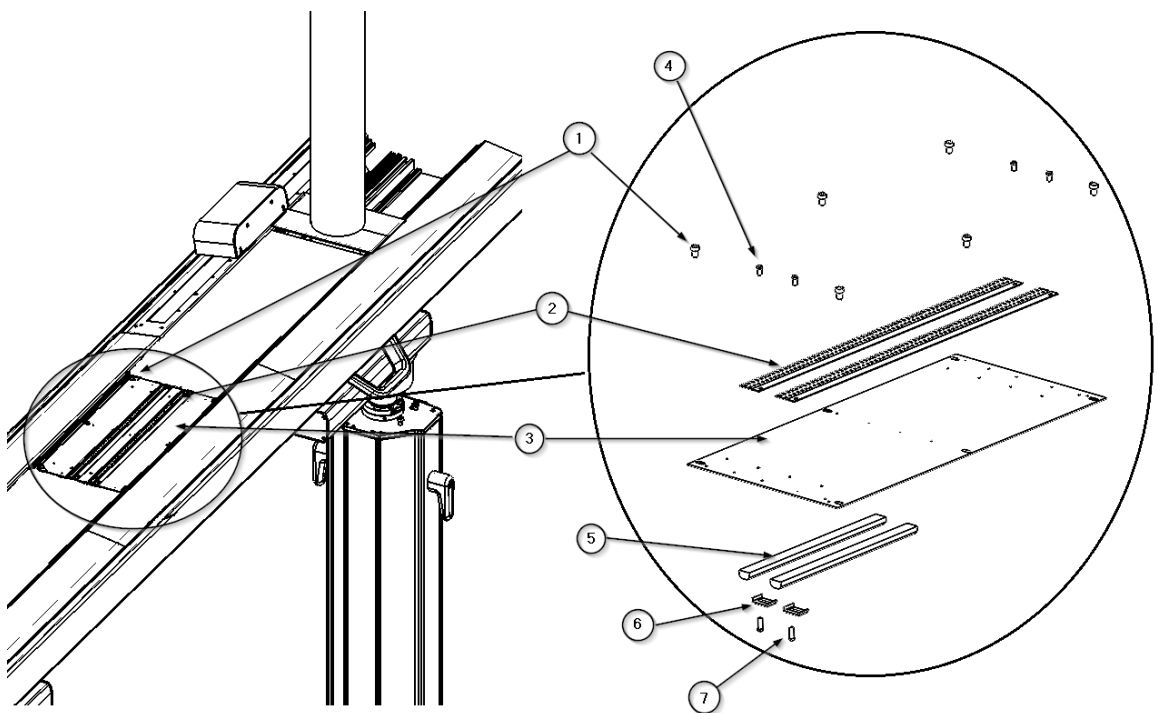

Fig. 8 Vervanging van de indirecte verlichting
- Koppel de voeding van de driver ② los van de aansluitstrip.
- Draai de 2 cilindrische schroeven M6 x 12 ① DIN 912 los om de verlichtingsmodule vrij te maken. De LED-strip ⑤ en de snelkoppeling zijn nu zichtbaar. Zie afbeelding 8.